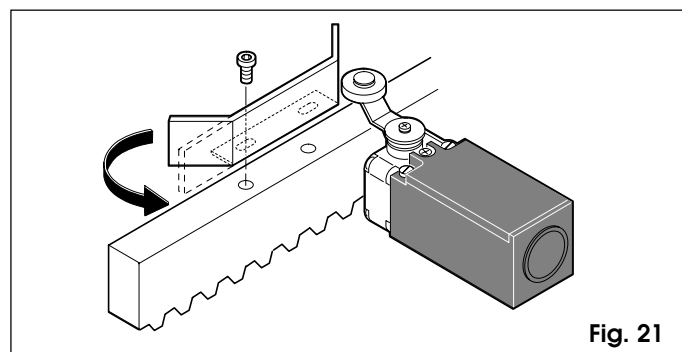

Fig. 21
L'opérateur 884 est doté d'un fin de course électromécanique à doigt avec un rouleau qui commande l'arrêt du mouvement du portail au moment où la plaquette profilée, fixée sur la partie supérieure de la crémaillère, actionne le doigt jusqu'à l'intervention du micro-interrupteur (fig.21).
Note: Les plaquettes sont prédisposées pour une fixation éventuelle par l'intermédiaire de vis (fig.21).
- a) La plaquette doit activer le fin de course sur la partie profilée d'après la fig.21.
- b) Pour éviter que la plaquette ne dépasse le fin de course (freinage long) il est recommandé de redresser la partie profilée finale d'après la fig.21.